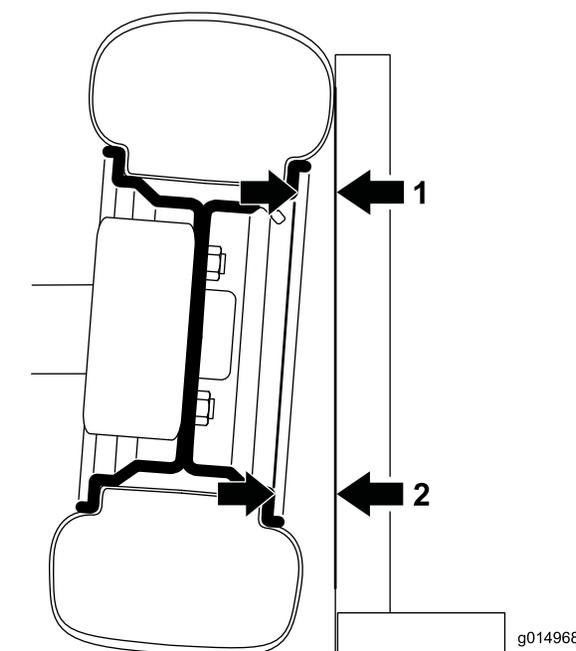

Figura 60
1. Para verificar a inclinação, coloque um quadrado de 90 graus no chão com a parte vertical a tocar na face do pneu (Figura 60).
2. Meça a partir da mesma parte do anel na parte superior e inferior do pneu em relação ao quadrado (Figura 60).